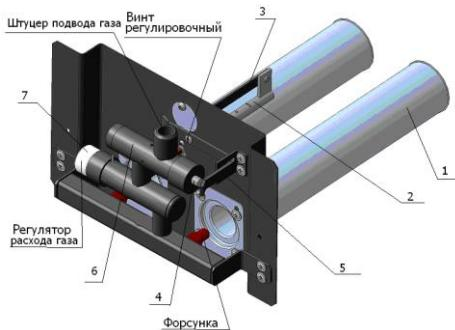

Рис.3 Газогорелочные устройства УГ-...К. **Рис.4** Газогорелочные устройства УГ-...КМ.
6.5.3 УГ-...К (рис.3) состоит из секций или газогорелочных труб POLIDORO 1, запальника 2, пластины контроля горения и тяги 3, кнопки розжига горелки 4, фиксатора кнопки розжига 5 и газового клапана 6.